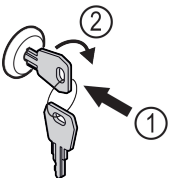

Fig. 171
- ▶ Įspauskite raktą Fig. 171 (1).
- ▶ Pasukite raktą 90° pagal laikrodžio rodyklę Fig. 171 (2).